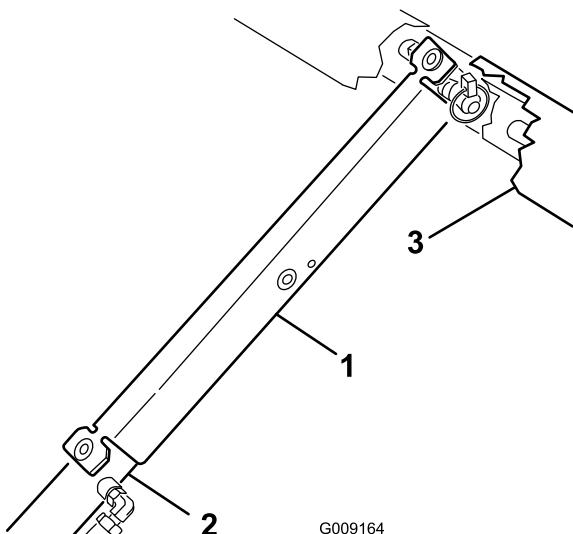

Figura 33
3. Spingete il supporto del pianale sull'asta del cilindro, assicurandovi che le alette alle estremità del supporto poggino sull'estremità della canna del cilindro e sull'estremità dell'asta del cilindro (Figura 33).